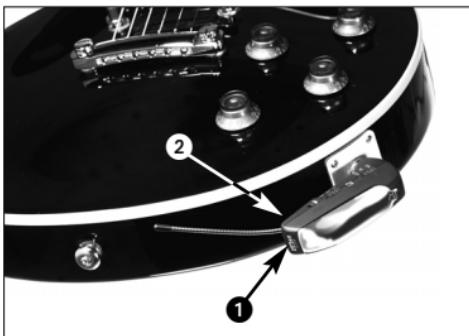

Fig. 5: Estabilizar o emissor no instrumento.
1. Desenrosque o plugue jack (1) do emissor (2).
2. Rosque o plugue adaptador (3) no plugue rosado (4) do emissor (1).
4.4 Estabilizar o emissor (veja fig. 5)